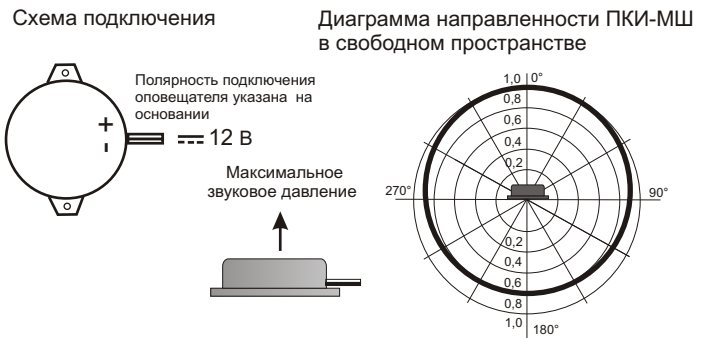

Рис.2 Схема подключения и диаграмма направленности оповещателя ПКИ-МШ.
5.3. На рис.2 показана схема подключения и диаграмма направленности звука оповещателя ПКИ-МШ.